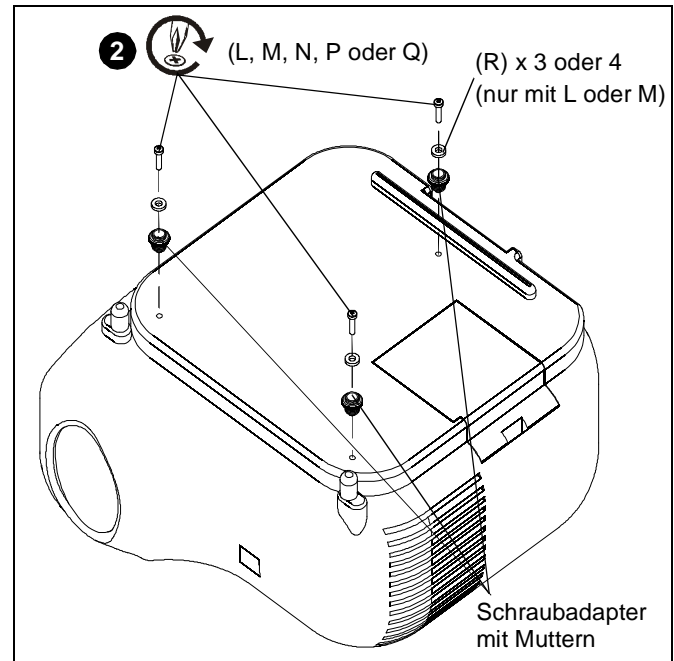

Abb. 2
2. Führen Sie die Schrauben durch die M4-Unterlegscheiben (R) und die Schraubadapter mit den Höheneinstellmuttern in die Projektorlöcher ein. (Siehe Abb. 2)
**HINWEIS:** Verwenden Sie die Unterlegscheiben (R) nur, wenn Sie L- oder M-Schrauben zur Befestigung der Schraubadapter am Projektor benutzen.